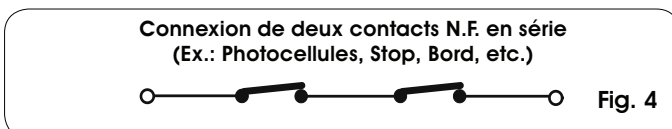

Fig. 4
N.B. Si deux ou plusieurs dispositifs de sécurité ont la même fonction (ouverture, fermeture, ouverture et fermeture, bord), il faut connecter les contacts en série entre eux (fig. 4).
Les **Sécurités d'ouverture**, si elles sont engagées avec le portail fermé, empêchent le mouvement d'ouverture. Pour installer plusieurs dispositifs de sécurité, connecter les contacts N.F. en série (fig. 4).
FSW CL - Contact des sécurités en fermeture (borne 4): La fonction des sécurités en fermeture est de protéger la zone concernée par le mouvement du portail durant la phase de fermeture. Dans les logiques **A-AP-S-E-EP**, durant la phase de fermeture, les sécurités intervertissent le mouvement du portail, ou bien arrêtent et intervertissent le mouvement à leur désengagement (voir programmation avancée Chap. 5.2.). Dans les logiques **B,C** et **B/C**, durant le cycle de fermeture elles interrompent le mouvement. Elles n'interviennent jamais durant le cycle d'ouverture. Les **Sécurités de fermeture**, si elles sont engagées avec le portail ouvert, empêchent le mouvement de fermeture. Pour installer plusieurs dispositifs de sécurité, connecter les contacts N.F. en série (fig. 4).
Pour installer plusieurs dispositifs de STOP, connecter les contacts N.F. en série (fig. 4).
Pour installer plusieurs dispositifs de sécurité, connecter les contacts N.F. en série (fig. 4).